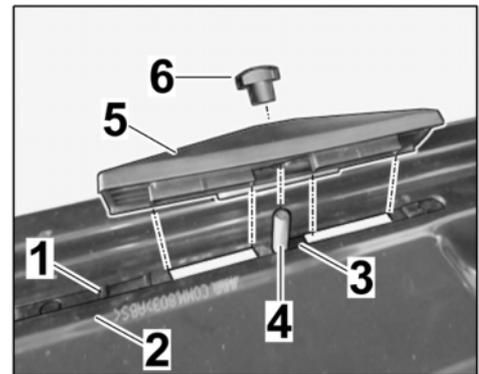

Bild 3
1.2.4 Knebelmutter M8 lose befestigen (⇒ Bild 3).